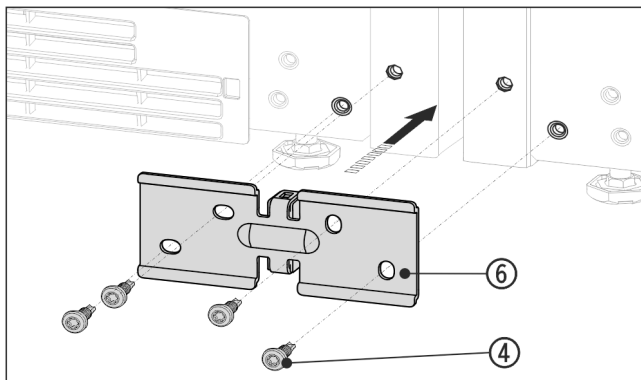

Fig. 14 Beispielhafte Darstellung
- ▶ Winkel Fig. 14 (6) mit dem Distanzstück zwischen die Geräte schieben und mit 4 Schrauben Fig. 14 (4) lose anschrauben.